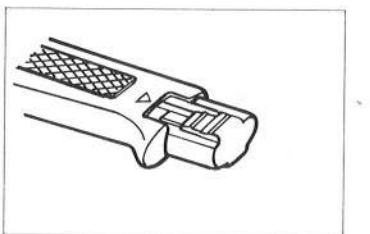

図8
- ①先端工具を取付ける前に⑦スイッチロックされていることを確認して下さい。
- ②⑪ビットケースを引き抜いて⑬ドライバービットと⑭チャック回しを取り出して下さい。(ドリルのキリは別売)。(図8参照)
- ③ドライバービット、ドリルのキリを取付けるときは、チャック回しで②チャックの3ヶ所を均等に回して正確に取りつけて下さい。
- ⑤正逆回転切替スイッチを確認して下さい。切替えは回転が完全に停止してから切替えて下さい。